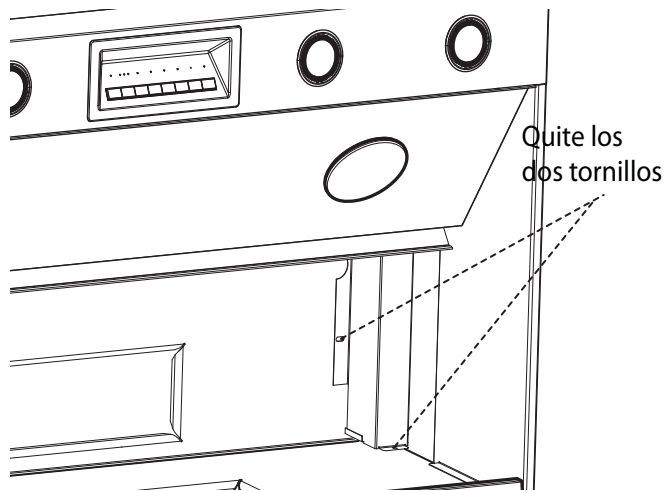

Figura 12: Placa de la caja de conexiones
1. Quite la placa de la caja de conexiones que cubre los cables (Figura 12 en la página 11).
2. Quite las entradas que puedan hundirse detrás de la caja de conexiones (Figura 12 en la página 11).
1. Quite la placa de la caja de conexiones que cubre los cables (*Figura 12 en la página 11*).
2. Quite las entradas que puedan hundirse detrás de la caja de conexiones (*Figura 12 en la página 11*).